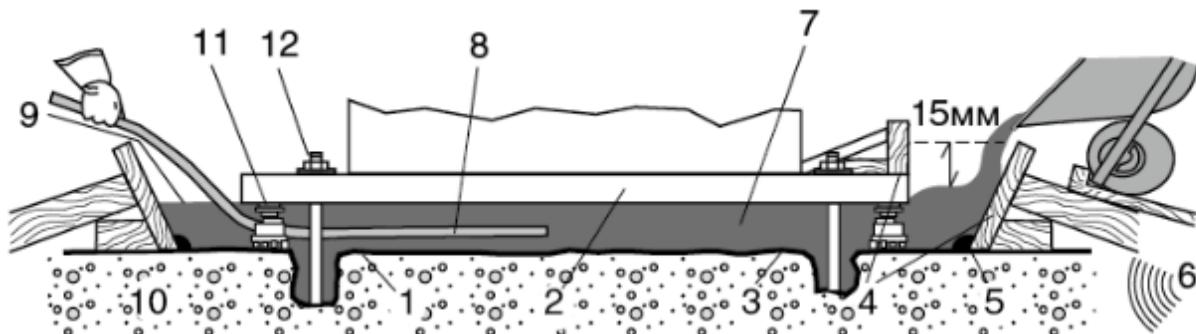

Рисунок 1: Схема применения SikaGrout®-928 для высокоточной цементации оборудования
- В целях предотвращения вытекания состава опалубка должна быть изготовлена из прочного водонепроницаемого материала и надежно заанкерована и подперта, чтобы выдержать давление состава после укладки. Со стороны, откуда будет заливаться SikaGrout®-928 (MasterFlow® 928) следует предусмотреть зазор в 150 мм между опалубкой (см. рис.1) и основанием станины оборудования. С боковых сторон следует предусмотреть зазор не менее 50 мм между опалубкой и боковыми сторонами станины. Можно использовать и другое, отличное от приведенного на рисунке, оборудование для заливки SikaGrout®-928 (MasterFlow® 928), например, растворонасосы, воронки и т.п. При заливке фундамента под крупногабаритное оборудование и в случае необходимости обеспечения свободного поступления состава SikaGrout®-928 (MasterFlow® 928) может оказаться